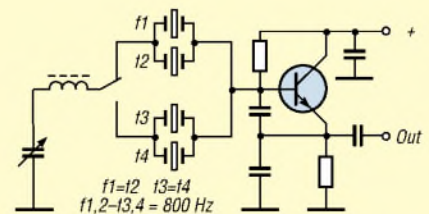

Bild 9: Grundschriftung des neuartigen Quadro-Oszillators mit zwei umgeschalteten Doppelquarzen
Das Ergebnis ist der in Bild 9 vorgestellte variable Vierquarzoszillator – der Quadro-Oszillator (QO). Dieser gewährleistet einen großen Abstimmbereich bei kleiner Abstimmungsspannung. Hervorstechendste Eigenschaft ist jedoch seine über den Ziehbereich konstante Ablage zwischen Sende- und Empfangsfrequenz (RIT).